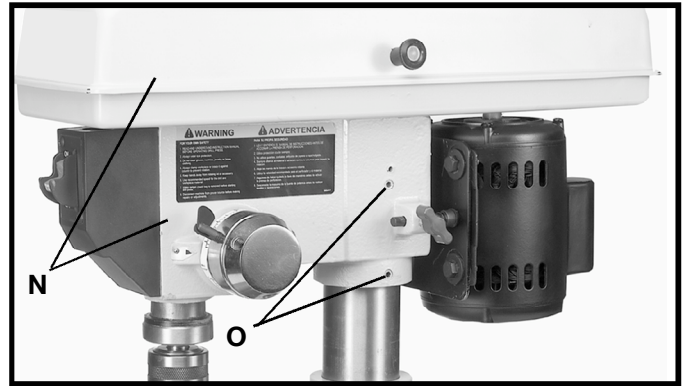
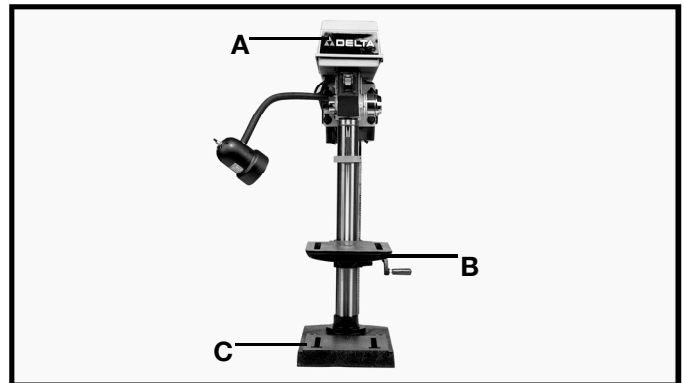

Fig. 13
Fig. 13A
8. Ponga la Fig. 13 de la cabeza de la prensa del taladro (N), sobre la columna por lo que irá. Alinee Fig. 13A de la cabeza (A), para tabular (B), y la base (C). Apriete la Fig. 13 principal de dos tornillos de fijación (O), on la llave provista.